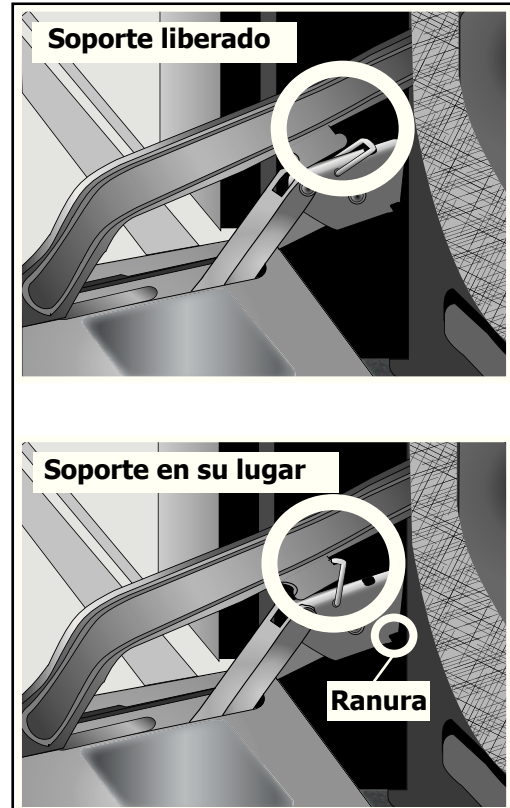

Figura 22: Bisagra de la puerta
3. Cierre la puerta ligeramente y levante los soportes de las bisagras (una en cada lado) en las ranuras (Figura 22).
2. Verifique que las ranuras caigan en su lugar. NO las inserte más allá de las ranuras (vea Figura 22).
3. Abra la puerta completamente de modo que se liberen los soportes de bisagras (uno en cada lado) (Figura 22).